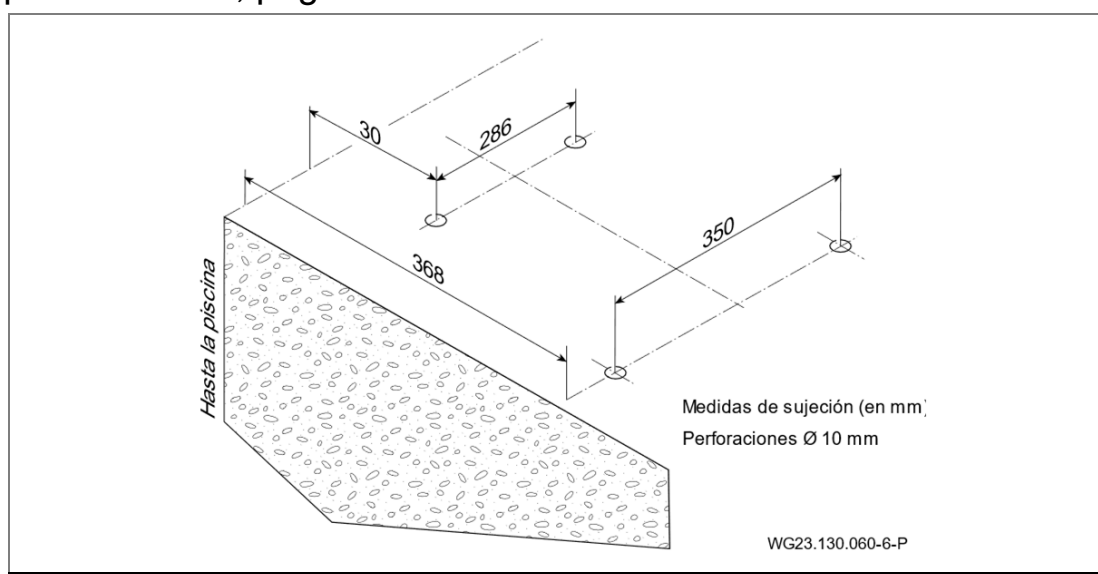
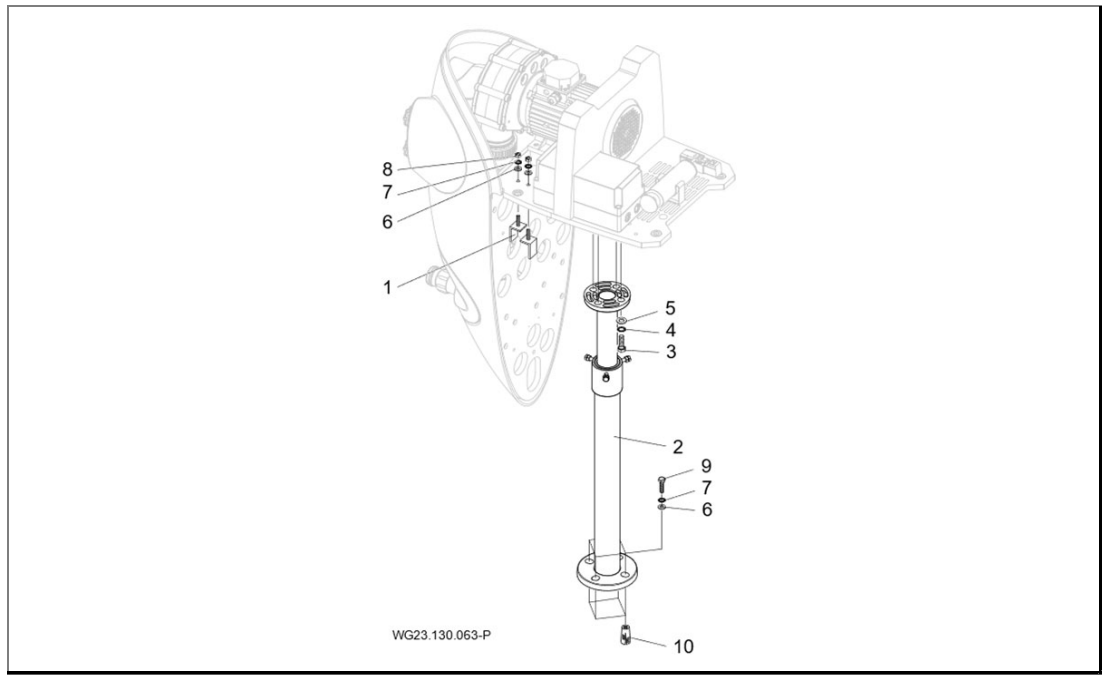

Fig. 4
Fig. 5
- ➔ Escoger y preparar sitio de instalación según Fig. 4. Cuando el dispositivo se va a usar en piscinas montables sobre tierra, se ha de utilizar el pie de apoyo telescópico de seguridad. Ver "Fig. 5", página 20
- ➔ Elevar dispositivo y perforar en el lugar marcado Ø 10 mm. Ver "Fig. 4", página 19